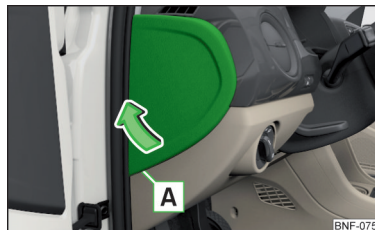

Fig. 137
- Introduceți o șurubelniță plată în degajarea **A** din capac » fig. 137.